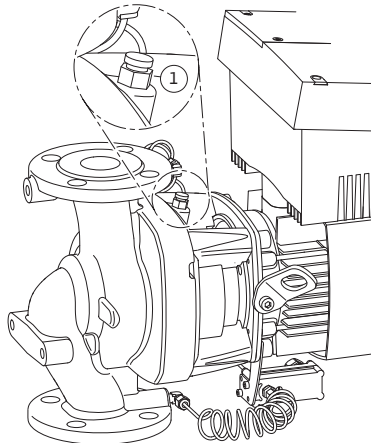

Fig. 48: Zawór odpowietrzający
6. Całkowicie zredukować ciśnienie w pompie poprzez otwarcie zaworu odpowietrzającego (Fig. 48, poz. 1).